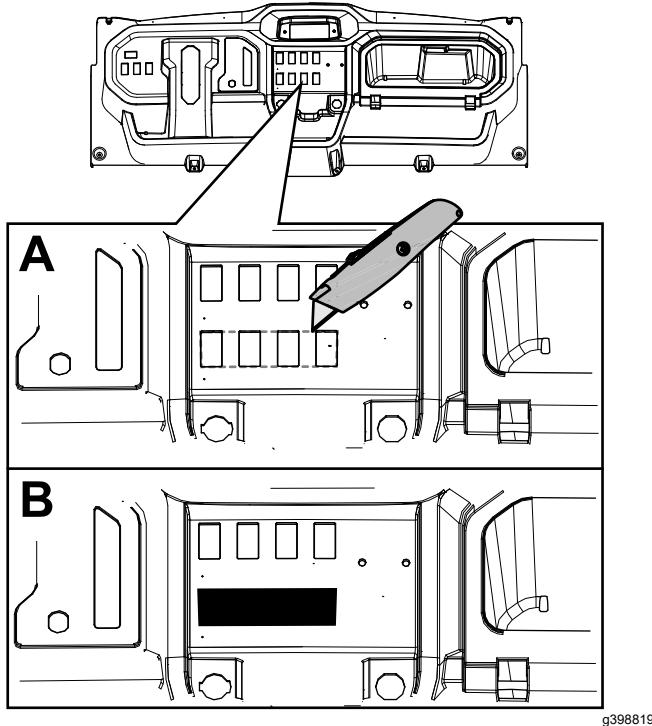

図 3
1. ダッシュボード上で、スイッチプラグ4個を外してスイッチ用打ち抜き部を切り出す図3